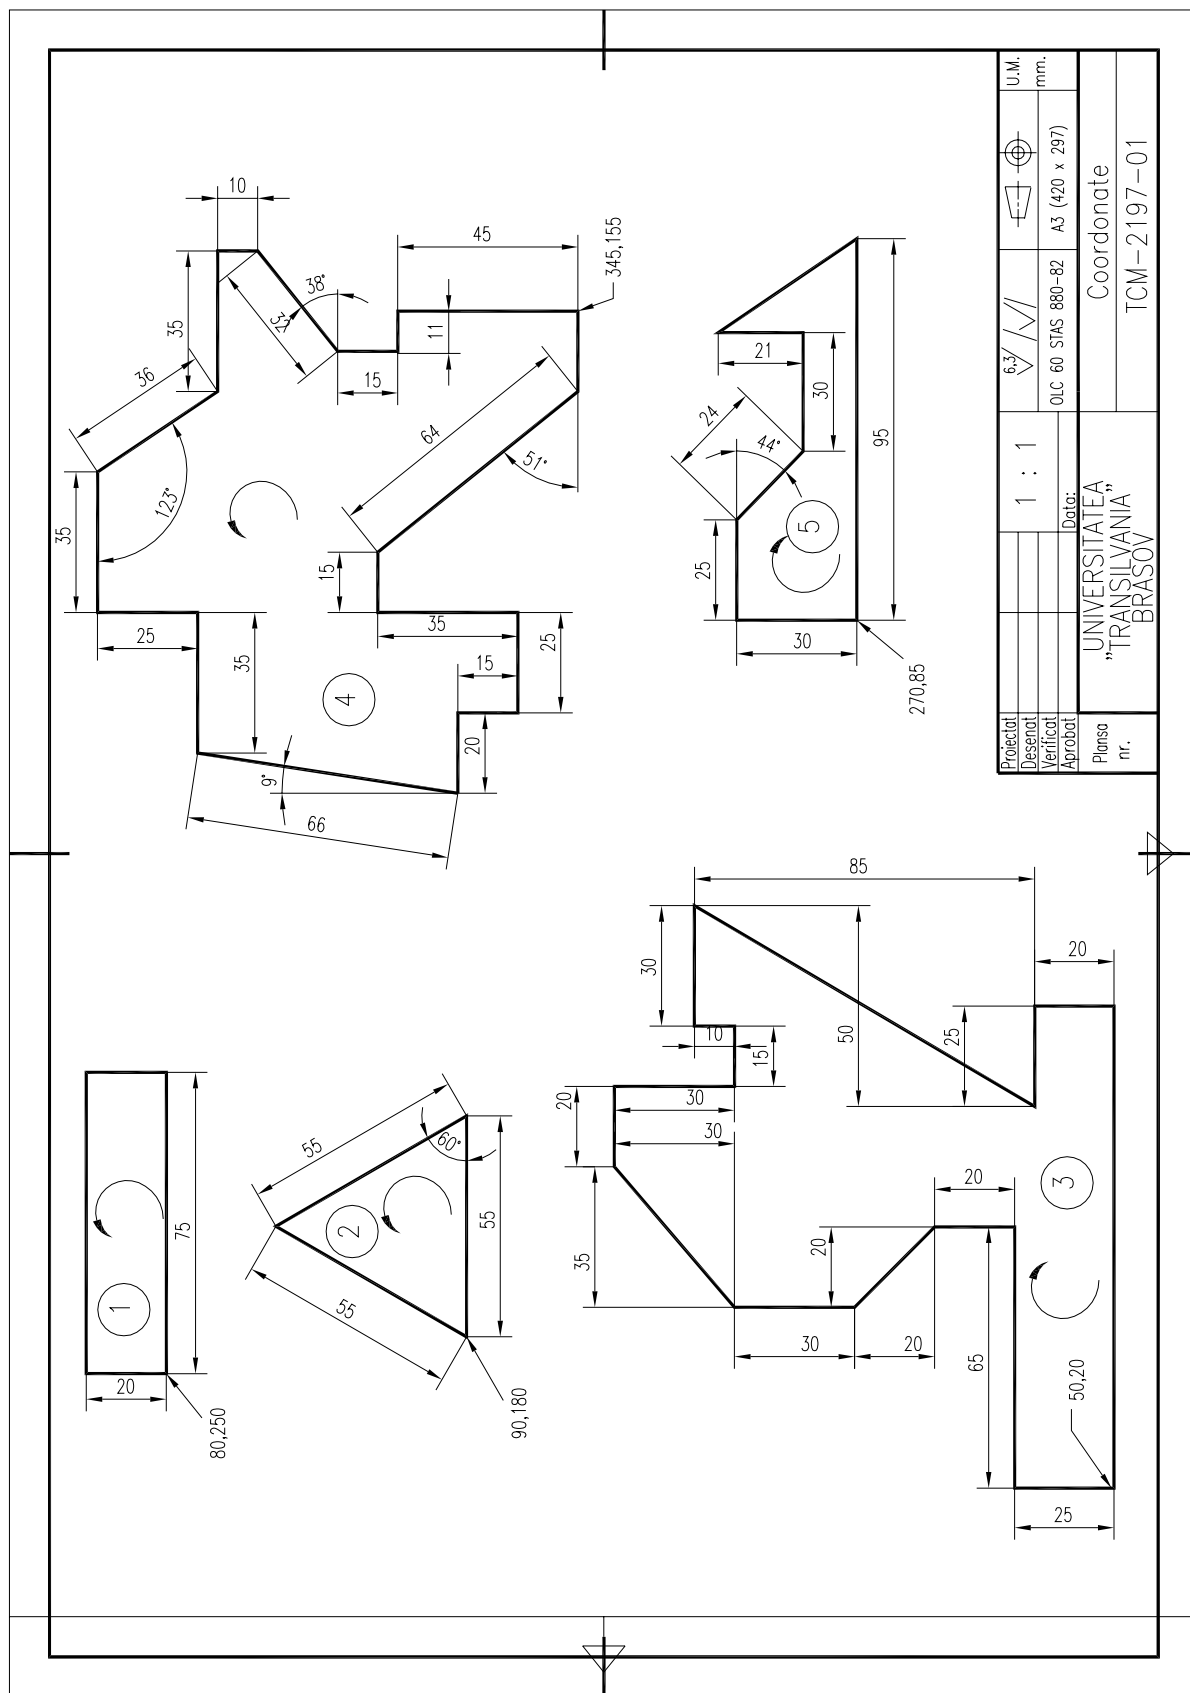

Fig. U2.13
5. Deschideți desenul realizat anterior *Format A3.DWG*. și întocmiți pe acest format (desen) toate desenele din Fig. U2.13, pornind din punctele de coordonate absolute indicate în sensul indicat de săgeți.